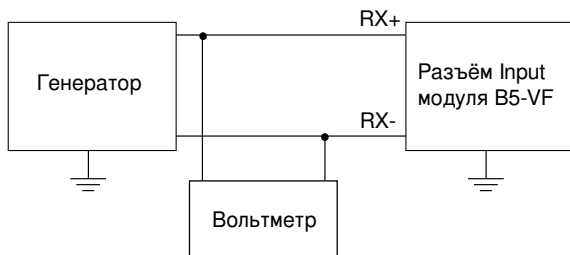

Рис. 9.4. Схема подключения
1) Определение основной абсолютной погрешности измерения уровня сигнала ИУ в диапазоне 0...20 дБ проводят методом сравнения показаний поверяемого прибора с эталонным вольтметром. Схема подключения прибора приведена на рис. 9.4.
Определение неравномерности частотной характеристики ИУ проводят методом непосредственного измерения напряжения эталонным вольтметром на входе поверяемого прибора на частотах, приведённых в табл. 9.5. Схема подключения прибора приведена на рис. 9.4.
Определение абсолютной погрешности измерений уровня сигнала ИУ в режиме с ПФ 0,3...3,4 кГц проводят методом сравнения показаний прибора с эталонным вольтметром. Схема подключения прибора приведена на рис. 9.4.